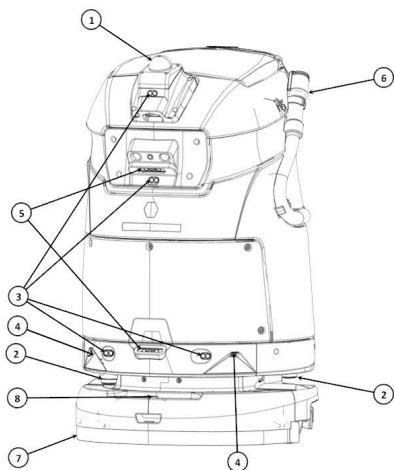

Fig. 1
1. Lidar 3D (Fig. 1)
2. Lidar 2D (Fig. 1)
3. Sonar (Fig. 1)
4. Capteur à temps de vol (Fig. 1)
5. Caméra de profondeur (Fig. 1)
6. Tuyau de vidange du réservoir de récupération (Fig. 1)
7. Déflecteur de débris (Fig. 1)
8. Loquet de déverrouillage du capot de la tête de nettoyage (Fig. 1)